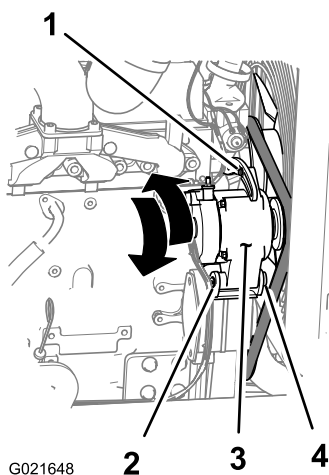

Bild 115
3. Lösen Sie die Mutter und die Schraube am Drehpunkt für die Lichtmaschine (Bild 115).
4. Lösen Sie die Einstellschraube an der Lichtmaschine (Bild 115).
5. Bewegen Sie die Lichtmaschine vom Motor weg, um die Riemenspannung zu erhöhen; bewegen Sie die Lichtmaschine zum Motor, um die Riemenspannung zu verringern (Bild 115).
6. Ziehen Sie die Einstellschraube für die Lichtmaschine an (Bild 115).
8. Wenn die Riemenspannung richtig ist, ziehen Sie die Mutter und Schraube am Drehpunkt für die Lichtmaschine an (Bild 115); wiederholen Sie sonst die Schritte 4 bis 7.